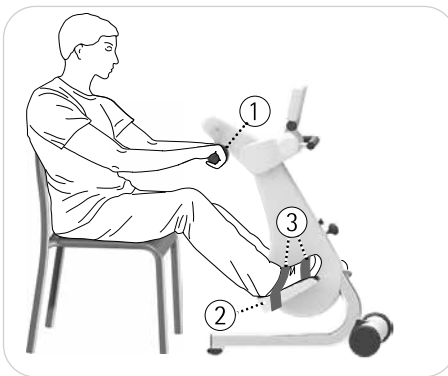

Bild 5.21
se bild 5.21, 5.22 Fixera nu dina fötter med kardborrbanden ③.